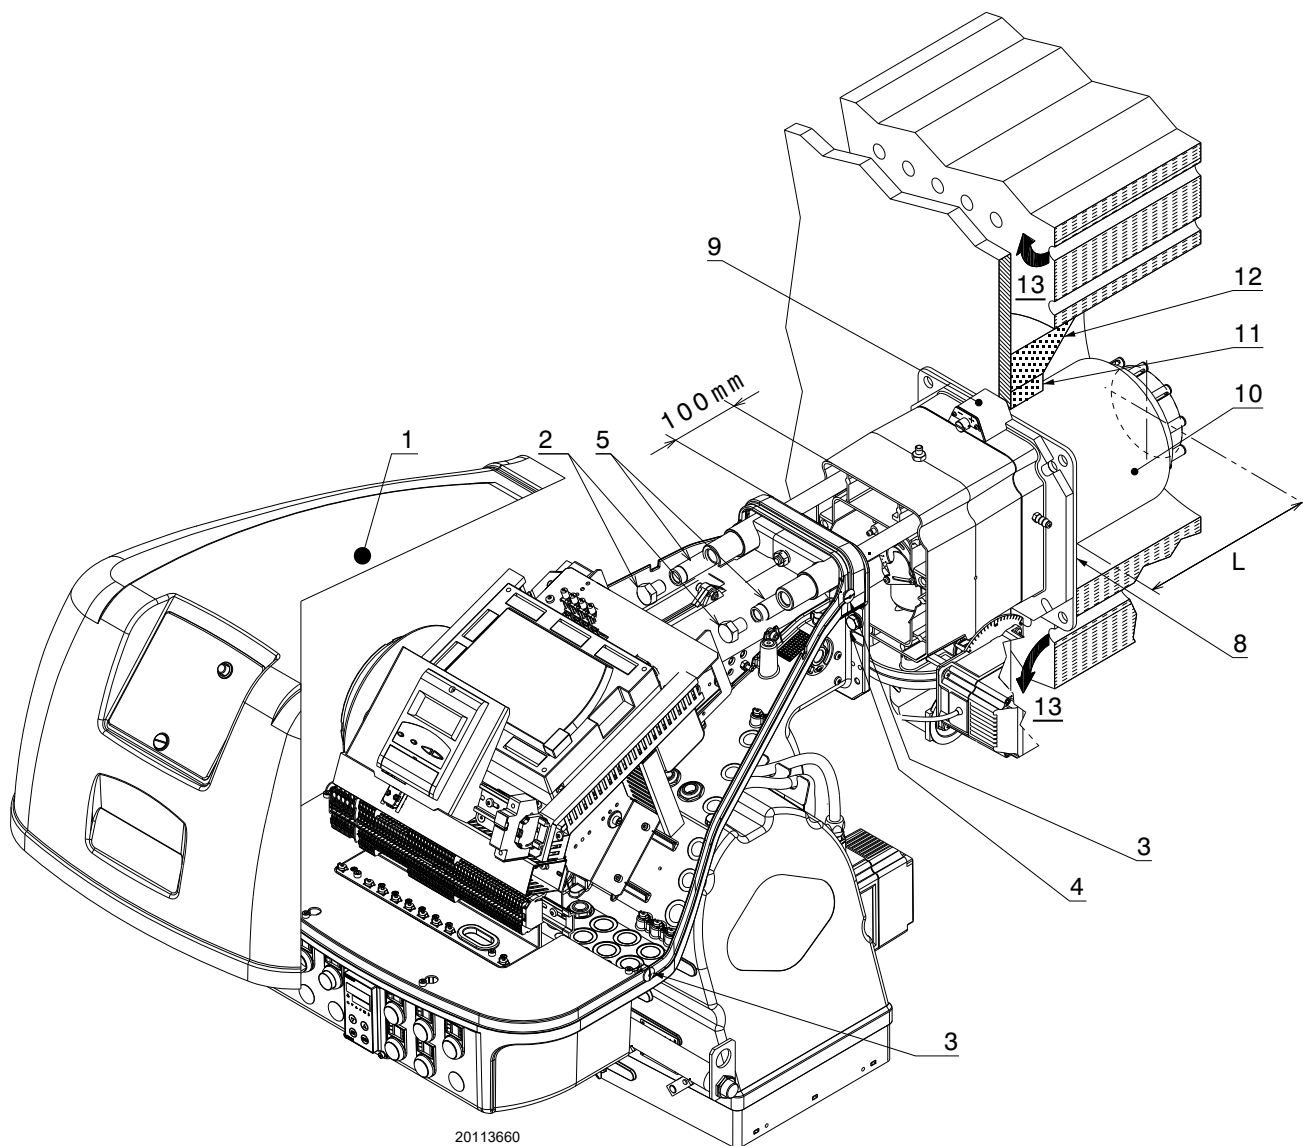

Fig. 17
Pour les chaudières avec circulation des fumées sur l'avant 13)(Fig. 17), ou avec chambre à inversion de flamme, réaliser une protection en matériau réfractaire 11), entre le réfractaire de la chaudière 12) et l'embout 10).
Séparer la tête de combustion du reste du brûleur, comme indiqué dans la Fig. 17 ; procéder comme suit :
- remonter le brûleur sur les glissières 3) à environ 100 mm du manchon 4) - brûleur dans la position illustrée sur la Fig. 17 ;